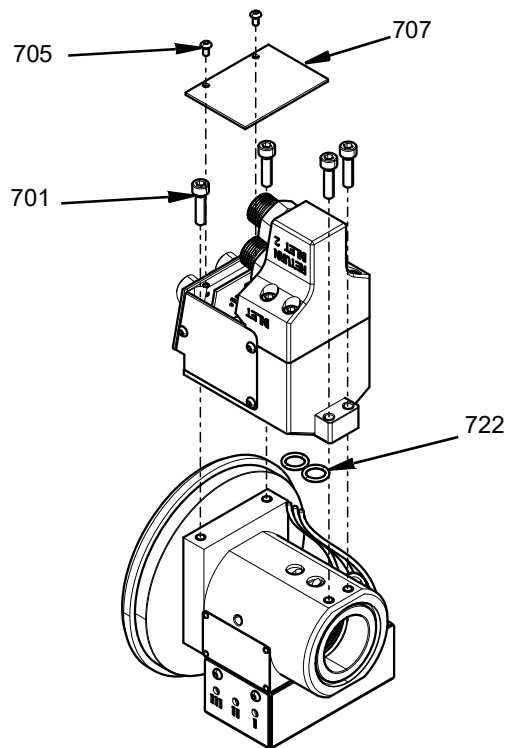

図 18
センサーまたはプラグにアクセスできるようになりました。Oリング (722) は、再アセンブリする前に新しいものと交換します。以下を参照してください：図 18 を参照ください。